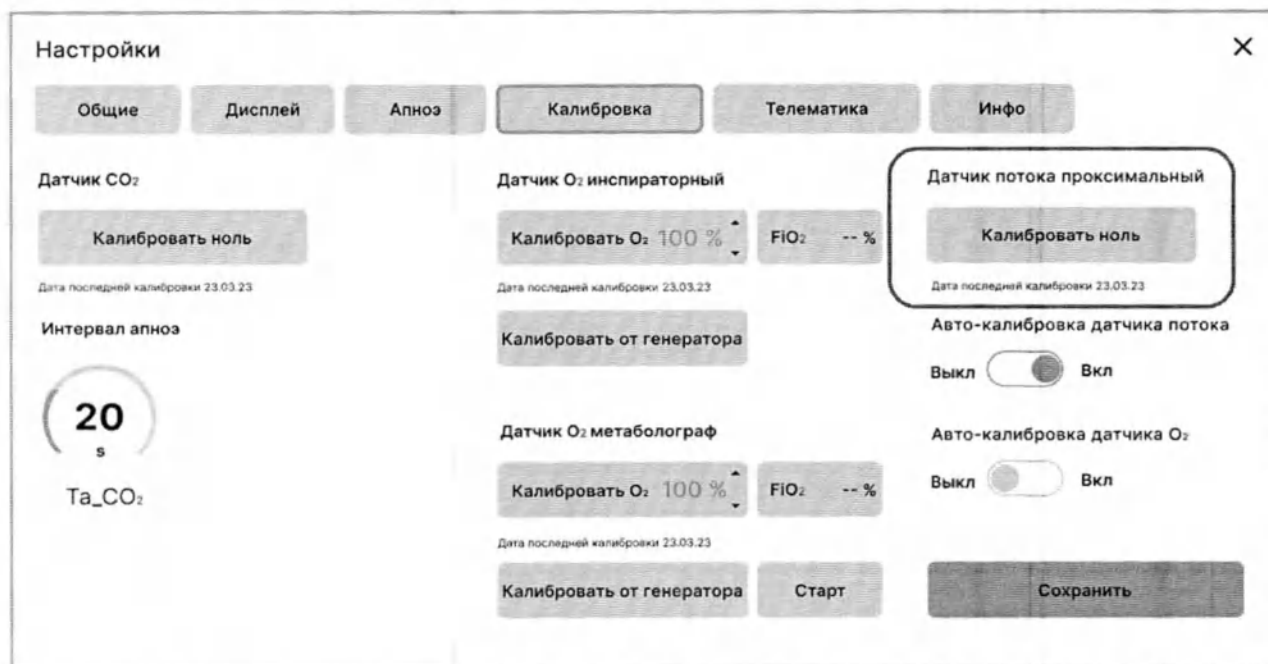

Рисунок 4.7 – Калибровка нуля проксимального датчика потока
- 3 Запустите калибровку в меню **Настройки** → **Калибровка** → **Датчик потока** → **Калибровать ноль** (см. рисунок 4.7).